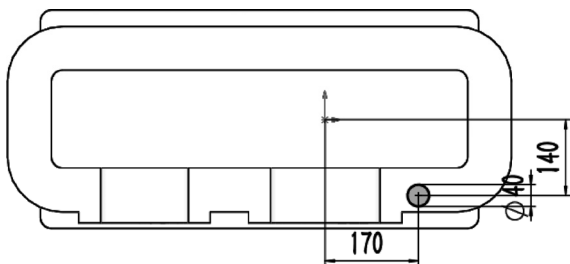

图 9-60 绘制装配孔草图
**02** 绘制装配孔草图。选择菜单栏中的“工具”→“草图绘制实体”→“圆”命令，或单击“草图”控制面板中的“圆”按钮，在草图绘制平面上绘制圆并标注尺寸，如图 9-60 所示。